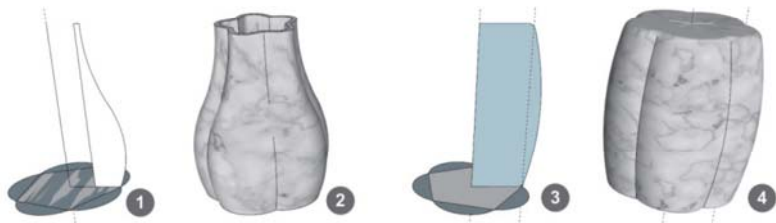

图 2.2.1 两组满意的放样
2.1 节还介绍了“路径跟随工具的局限性”,本节还要讨论路径跟随工具的另外一些局限性:请看图 2.2.1 ①③,这是两组放样用的路径与放样截面,图 2.2.1 ②④所示为完成放样后的结果。两组充当放样路径的平面都是“梅花形”,两组放样截面都是带有凸出圆弧的平面。两组实例的放样结果都符合原先的设想。